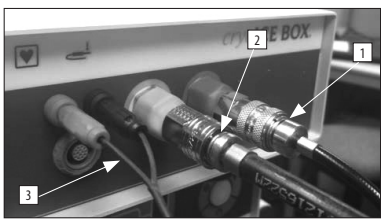

Figura 2: Conexões da SONDA ao ACM
- Conecte a SONDA ao ACM. Consulte a Figura 2. A Tabela 2 fornece uma lista de conexões ao ACM.